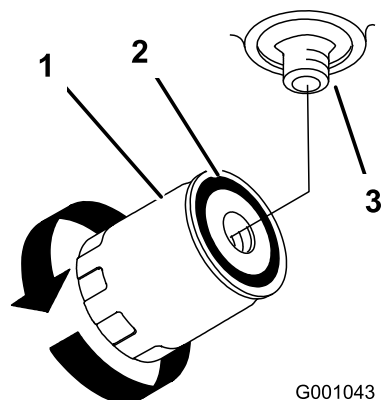

Figure 57
4. Localisez le filtre sous la base du moteur et placez un bac de vidange dessous (Figure 57).
5. Déposez le filtre usagé et essuyez la surface du joint de l'adaptateur (Figure 57).
9. Quand le filtre hydraulique est plein, tournez le filtre à huile dans le sens horaire jusqu'à ce que le joint touche l'adaptateur, puis donnez un 1/2 tour supplémentaire (Figure 57).